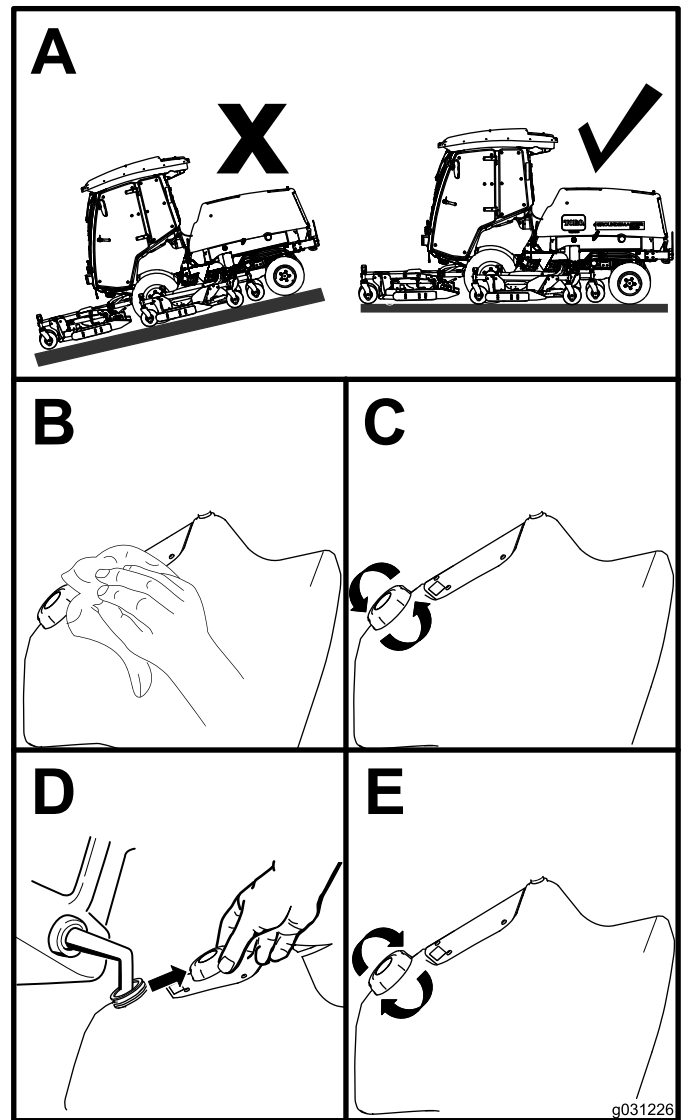

Figura 31
1. Aparque la máquina en una superficie nivelada (Figura 31).